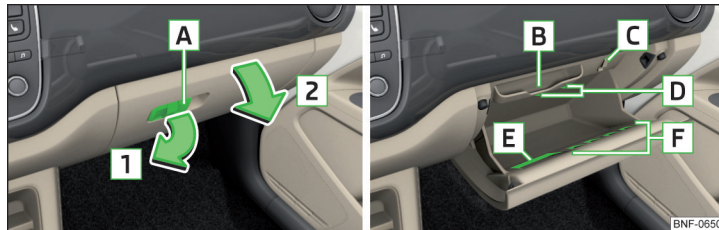

Fig. 71 Apertura dello scomparto portaoggetti / interno dello scomparto portaoggetti
Scomparto portaoggetti » fig. 71
- » Se nella leva di apertura **A** » fig. 71 è presente un gancio ripiegabile, togliere eventuali bagagli appesi » fig. 73 a pag. 63.